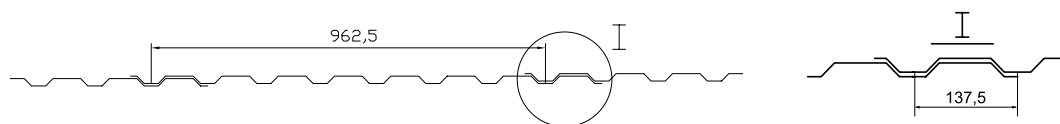

Рис. 7.2. Схема стыковки листов профнастила МП-20х1100-А,В
2) Замерить размер «Н1» от верха нижнего продольного профиля до верхнего торца листа профнастила. Если размер «Н1» не превышает «Н2» (указанный в таблице), то можно устанавливать следующие листы. Схемы стыковки листов профнастила смотри на рис. 7.2. и 7.3. Если размер «Н1» превышает «Н2» (указанный в таблице), то следует подрезать верхние торцы листов профнастила, как показано на рис. 7.4.